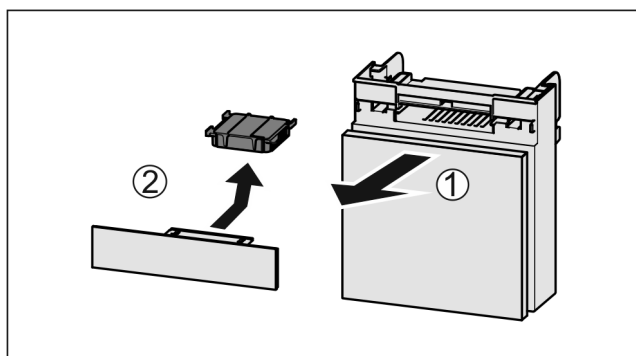

Fig. 31
- ▶ Вытянуть Fig. 31 (1) отделение движением вперед.
- ▶ Извлечение Fig. 31 (2) фильтра с активированным углем.